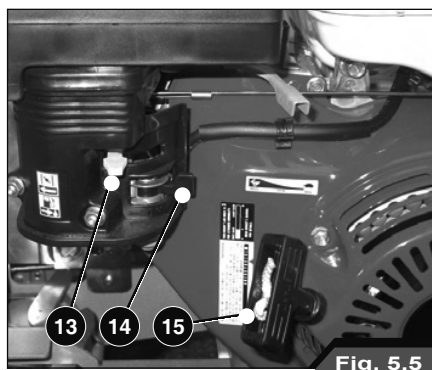

Fig. 5.5
- Portare il manettino comando gas (5) a metà corsa.
- Predisporre la falciatrice a flagelli per l'accensione agendo sulla Levetta Starter (13) per motori a benzina. La Leva flusso carburante ON/OFF (14) deve consentire il passaggio del combustibile (Fig. 5.5). Consultare il libretto uso e manutenzione del motore.